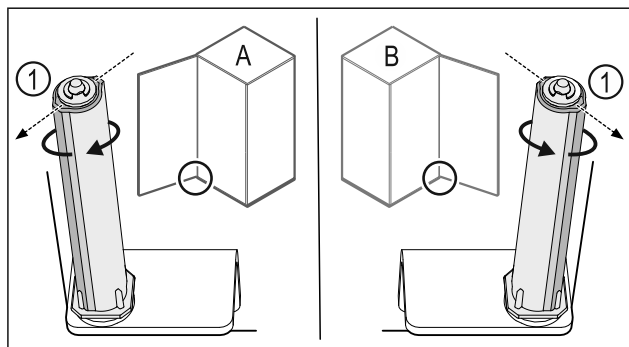

Fig. 46 Tope izquierdo (A) / Tope derecho (B)
- Girar el sistema de cierre contra la resistencia hasta que la barra del sistema de cierre Fig. 46 (1) apunte hacia afuera.